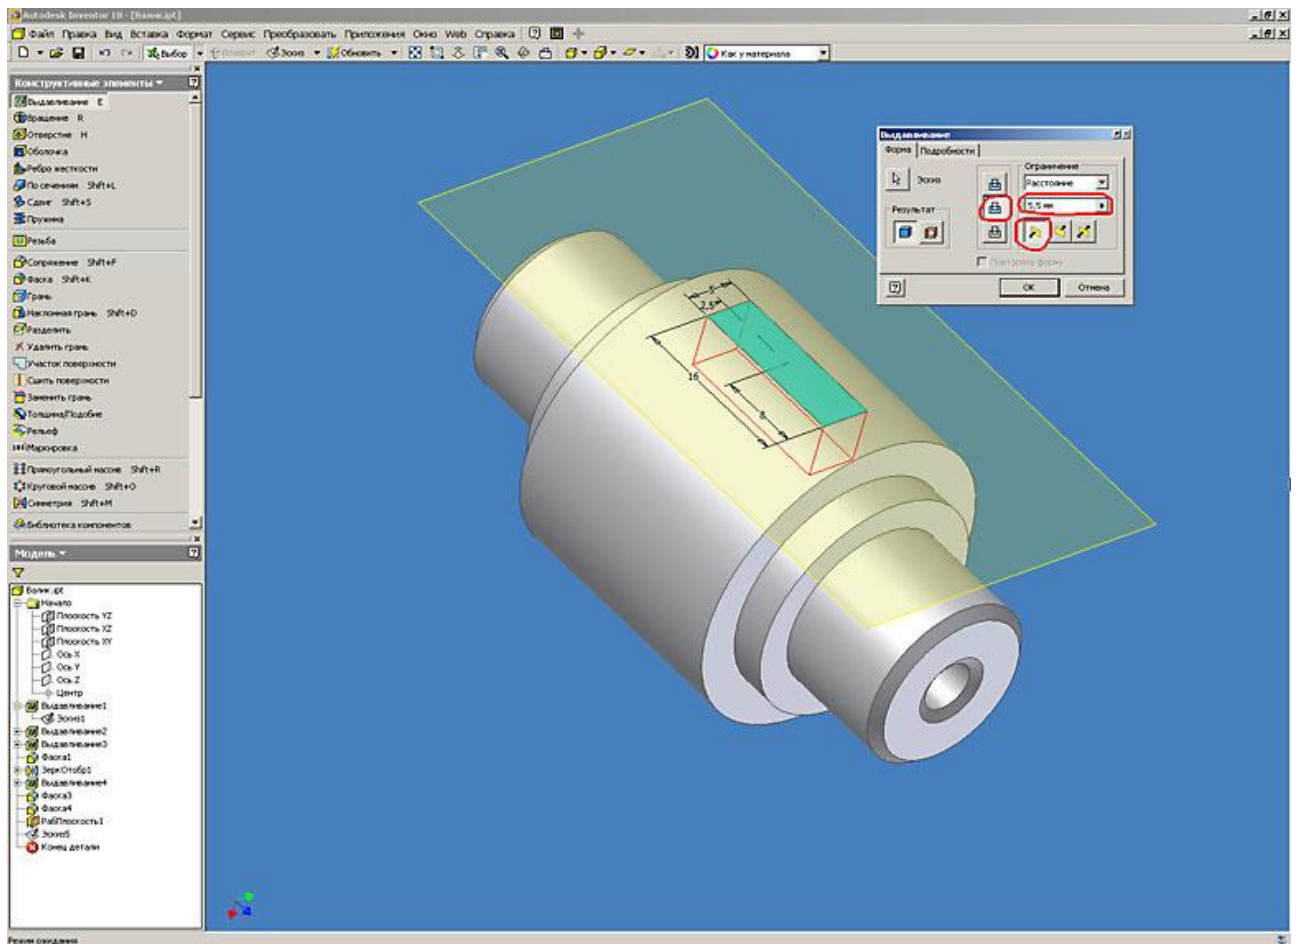

Рис. 16. Autodesk Inventor. Работа с конструктивными элементами (выдавливание)
16. Окончательное построение паза выполняем командой “Выдавливание”, аналогично описанному выше (рис. 16).